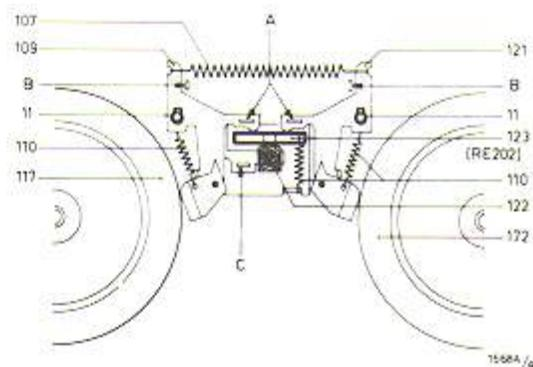

Fig. 9
Einstellung der Bremsmagneten und der Bremsen (Fig. 9, 10)
- Bei erregtem Magneten soll der Abstand zwischen den Bremsschuhen an den Bügeln 109 und 121 und den Spulentellern 0,6-0,7 mm sein. Einstellen durch Biegen der Zungen A. Es soll darauf geachtet werden, dass der Abstand links und rechts gleich ist (Fig. 9).
- Bei umgekippten Bremsschuhen (runde Kante der Bremsschuhe gegen die Spulenteller) soll der Abstand zwischen den Magnetanker und den Bremsbügel (109 und 121) 0,3 bis 0,4 mm sein. Einstellen durch Biegen der Zunge C (Fig. 9).
Einstellen durch Kürzen der Feder 107 (Fig. 9) oder durch Dehnen oder aber durch Ersatz derselben.